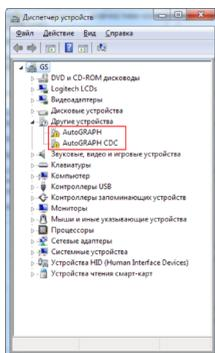

Рис.1.
**1.** Подключите контроллер мониторинга бортовой «АвтоГРАФ-GSM/SL» с ПК, используя интерфейсный кабель USB AM – USB microB 5 pin. Система автоматически найдет новое оборудование (Рис.1). Для корректной работы контроллера с сервисно-диагностическими, диспетчерскими и конфигурационными программами необходимо установить драйверы устройств AutoGRAPH и AutoGRAPH CDC.